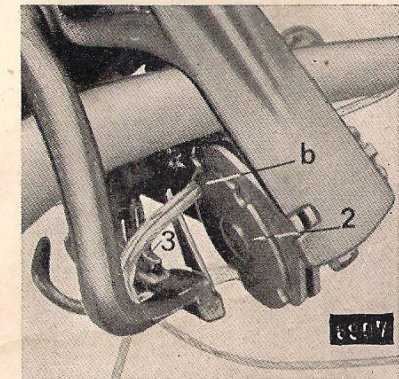

Bild 21
Bild 21 Nach erfolgter Auslösung legt die Nadel den Faden um die vierte Seite des fertig gepreßten Ballens und führt ihn weiter über die Knüpfzunge (3) in die offene Nut (b) des Mitnehmers (2).